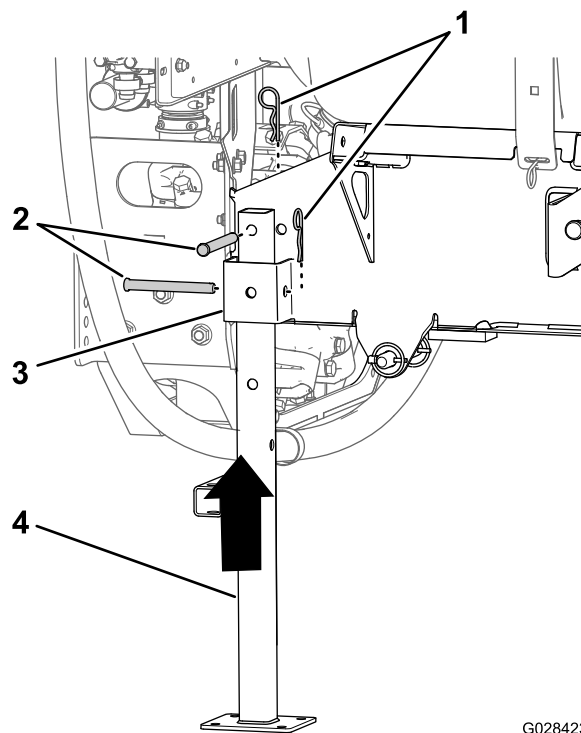

**Figura 135**
- Alinee la pata de apoyo delantera con el receptor de la pata en la parte delantera del depósito (Figura 135).
- Inserte la pata de apoyo en el receptor hasta que el orificio central del tubo horizontal de la pata esté alineado con el orificio de la parte superior del receptor (Figura 135).
- Enrosque un mando de bloqueo en el receptor y apriételo a mano (Figura 135).